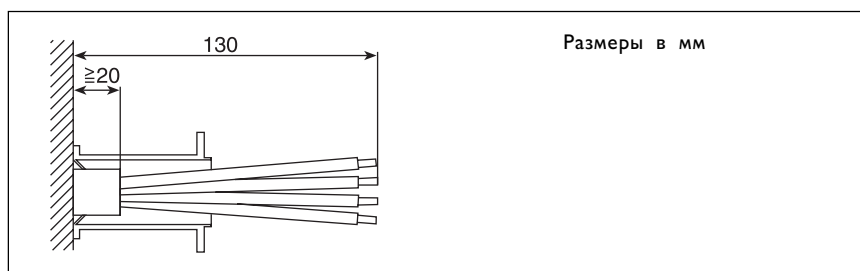

Рис. 6
- При скрытой проводке изолированный участок кабеля должен минимум на 30 мм выступать из стены (рис. 6)
- для защиты от воды используйте прилагаемый чехол! (рис. 6)